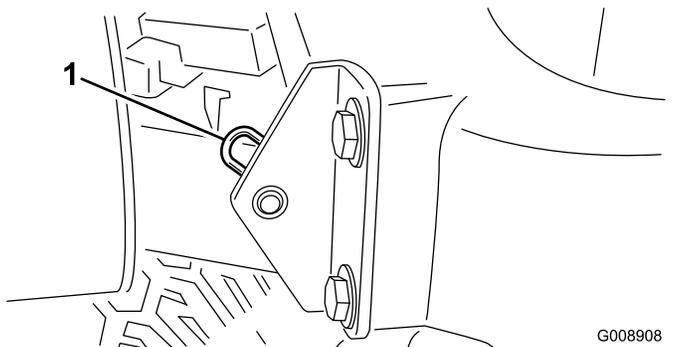

Figura 48
2. Retire o contrapino que fixa a articulação do capot aos suportes de montagem (Figura 48).